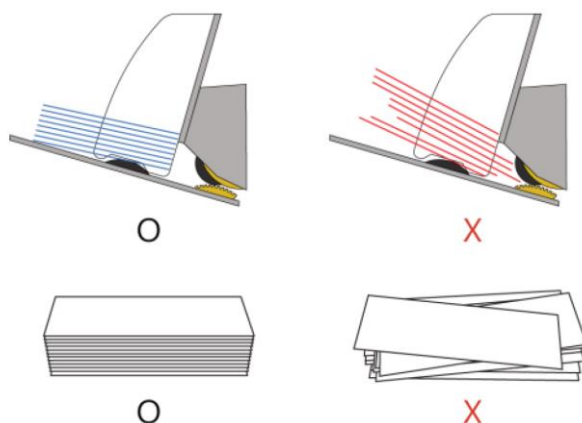

Fig. 6 - Manera correcta de ubicar los billetes
- Ubique los billetes ordenados como se muestra en las Fig. 6.